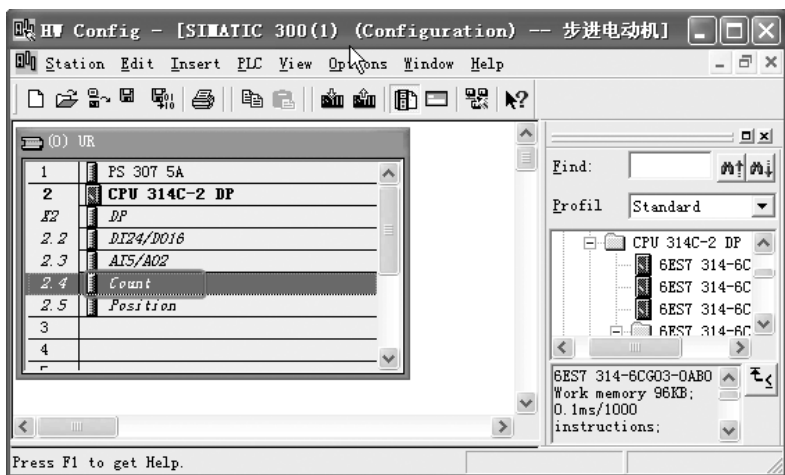
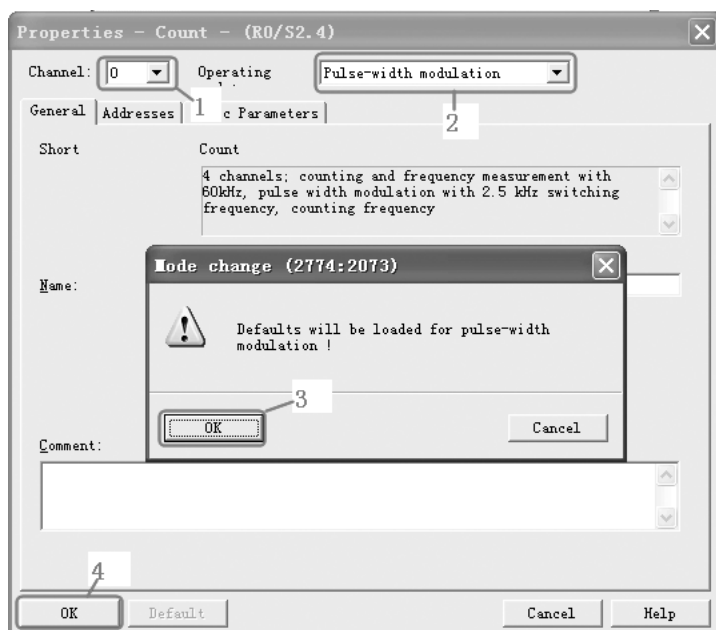

图 5-96 高频脉冲输出属性设置 (1)
图 5-97 高频脉冲输出属性设置 (2)
② 高频脉冲输出属性设置。双击如图 5-96 的“Count”（计数器），弹出计数器属性设置对话框如图 5-97 所示，先选定“Channel”（通道）的 0 号通道，再选定“Operating”（工作模式）中的“Pulse-width modulation”（脉宽调制），此时弹出“Mode change”（模式改变）对话框，单击此对话框上“OK”按钮，最后单击计数器属性设置对话框上的“OK”按钮。